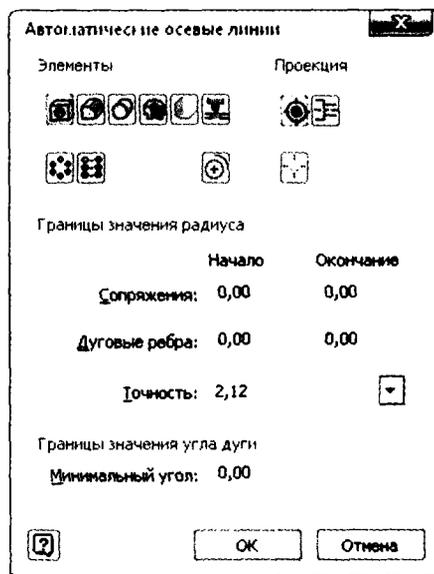

Рис. 6.27. Ординатные размеры помещены на чертеж
9. Щелкните правой кнопкой мыши и выберите **Создать** из контекстного меню, чтобы завершить нанесение размеров. На рис. 6.27 показан результат.